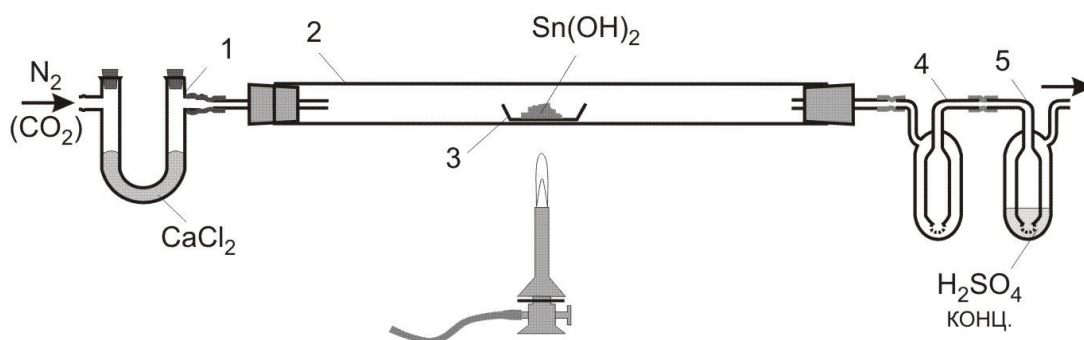

Рис. 39. Прибор для получения оксида олова (II).
К 10 мл раствора хлорида олова (II) в стакане прилейте водный раствор аммиака до полного осаждения гидроксида олова (II), слейте маточный раствор, промойте осадок декантацией, отфильтруйте и высушите в сушильном шкафу при 70 - 80°C. Соберите прибор, изображенный на рис. 39. Сухой гидроксид олова (II) в фарфоровой лодочке 3 поместите в тугоплавкую трубку 2. Током сухого азота или углекислого газа из баллона вытесните воздух из прибора и, постепенно обогревая трубку пламенем газовой горелки, прокалите гидроксид олова (II) до полного удаления водяных паров. Когда вещество обезвоживается, остудите его в токе инертного газа, после чего выньте лодочку, извлеките продукт и рассчитайте его выход продукта. Напишите уравнения реакций.